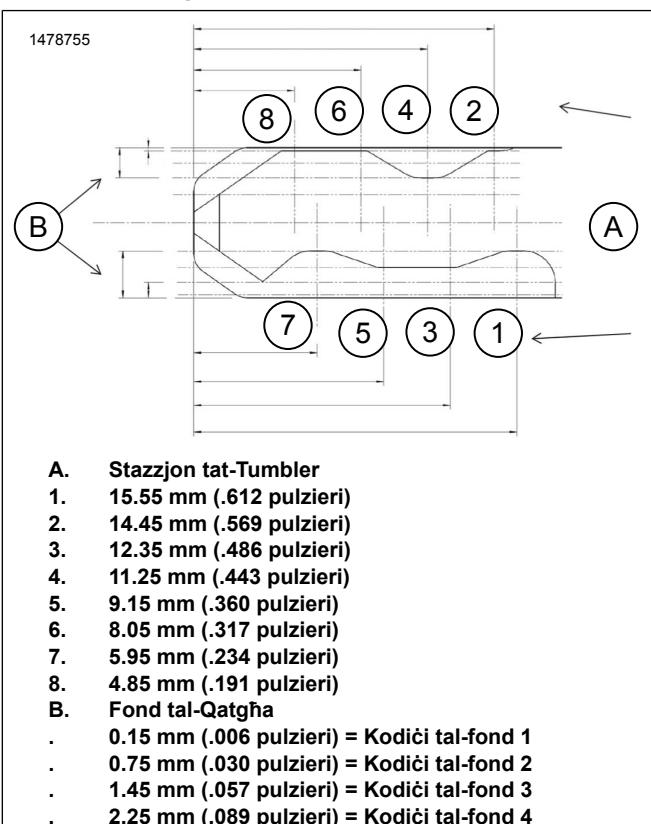

Figura 3. Dijagramma tal-Kodiċi tač-Čavetta
4. Irreferi għat-Tabella 3. Niżżej il-kodiċijiet tal-fond minn Figura 3 skont il-fond tal-qatgħha mkejla.